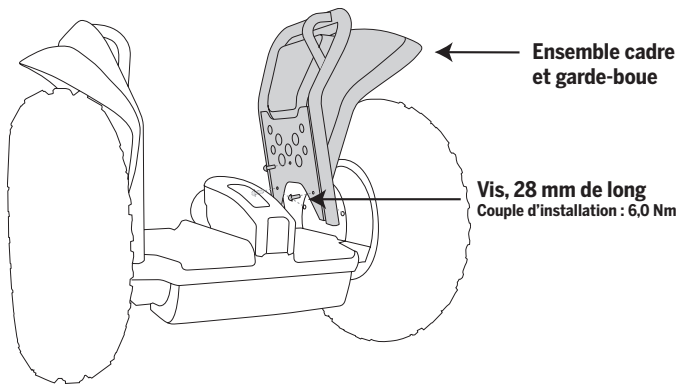

Figure 1. Retrait ou installation de l'ensemble garde-boue et cadre
2. Pour retirer l'ensemble garde-boue et cadre du TP, retirez les (3) vis de 28 mm à l'aide d'une clé hexagonale de 4 mm. Référez-vous à la figure 1.